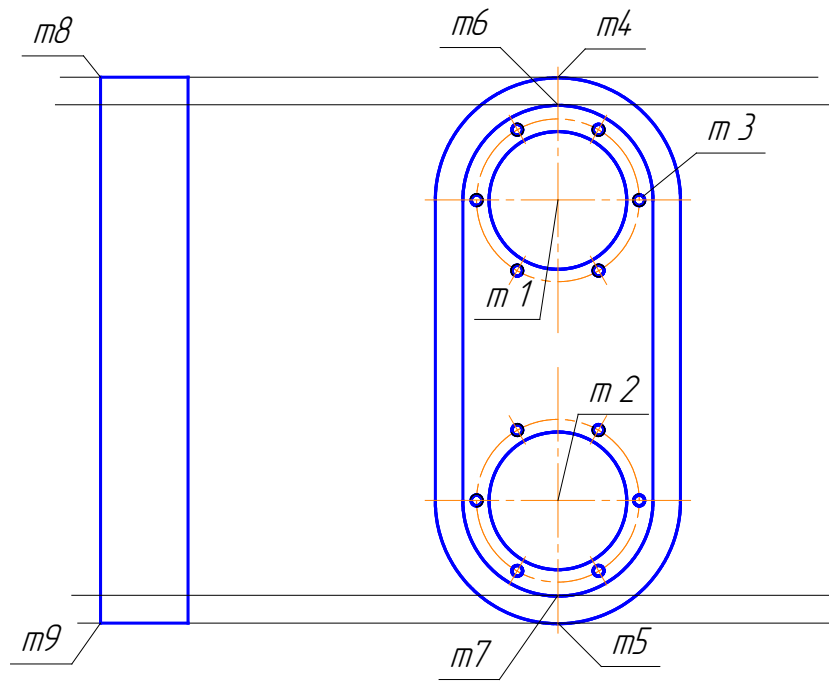

Рис. 121
3. Нажати кнопку **Горизонтальная прямая** . Встановити курсор у точці *m6* і клацнути, потім встановити в точці *m7* і клацнути. Нажати кнопку **Прервать команду**  *Панели свойств* (рис. 121).
4. Нажати кнопку **Параллельные прямые**  на *Расширенной панели команд*. Необхідно виділити відрізок *m8-m9* (рис. 121), паралельно якому повинна пройти допоміжна пряма. Курсор, який має вигляд мішені, встановлюють на відрізок *m8-m9*.